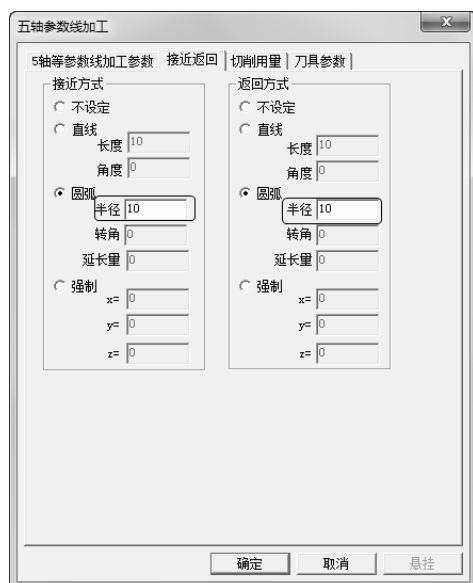

图 5-17 “接近返回”选项卡
2) 单击“接近返回”选项卡，在“接近方式”与“返回方式”中均选为“圆弧”，具体圆弧“半径”参数数值如图 5-17 所示。